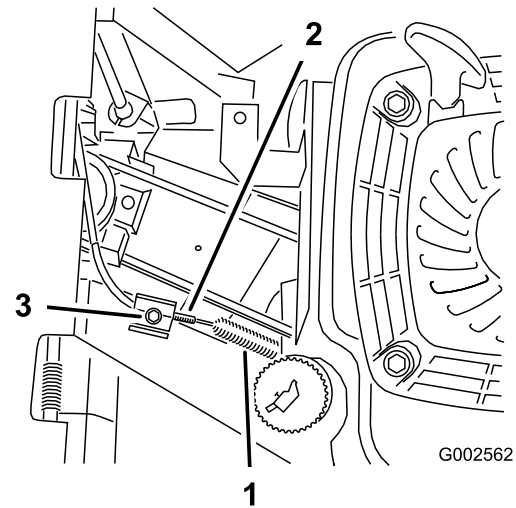

Figura 30
4. Allentate la vite del morsetto finché la guaina del cavo del freno non scorre (Figura 30).